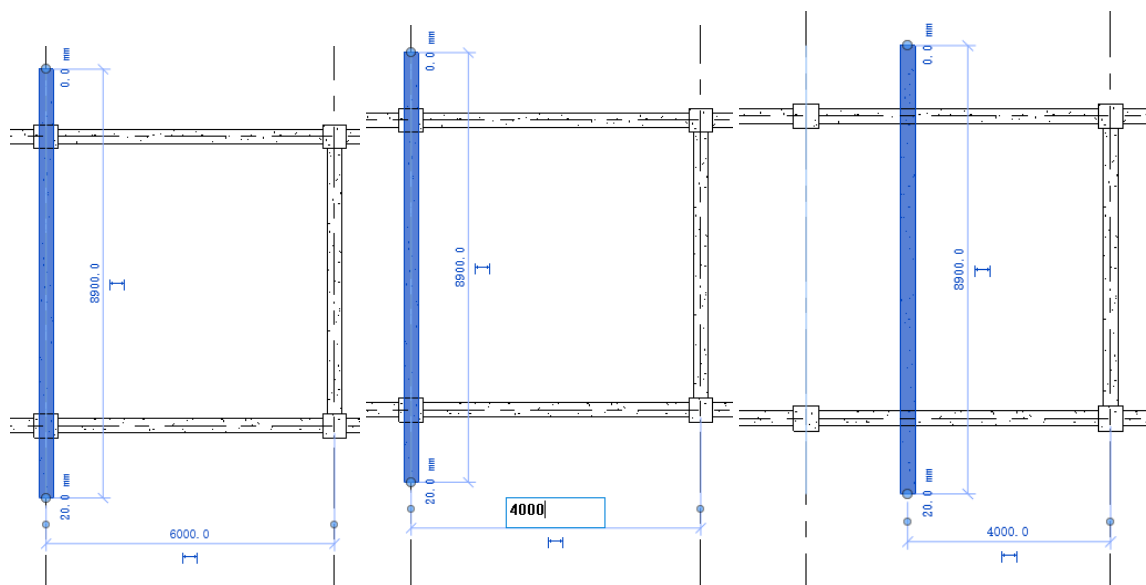

图 6-15 调整梁位置
(4) 单击视图上梁的位置尺寸值，输入新的尺寸值，调整梁的位置或直接拖曳梁到适当位置，如图 6-15 所示。